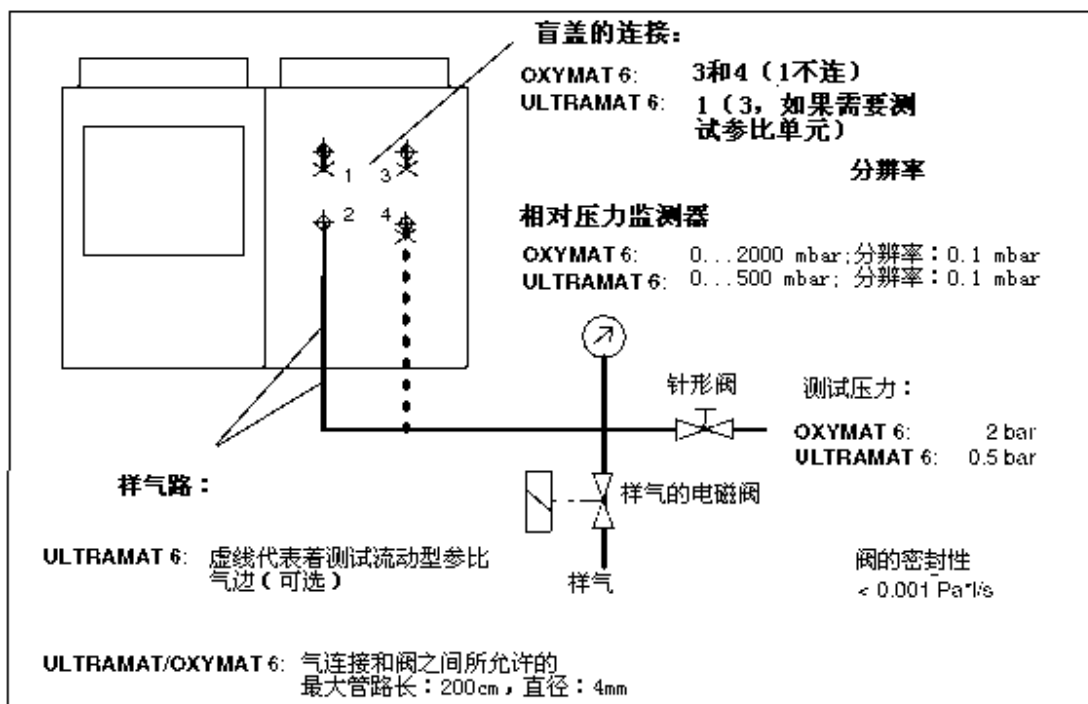

图 2-1 OXYMAT 6F 和 ULTRAMAT 6F 泄漏性测试的推荐测试设置
- 分析仪应该要求每年维护一次以确保它的电气安全性和功能性，尤其是要检查封闭系统的泄漏性。其步骤描述如下（推荐测试步骤：见图 2-1）。